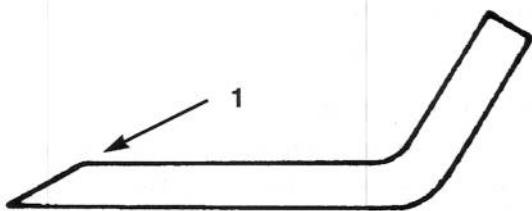

Fig. 37
- Utilizzate una lima per affilare il tagliente da ambo le estremità della lama (Fig. 37). Mantenete l'angolo originale. La lama mantiene il bilanciamento se lo stesso quantitativo di materiale viene asportato da entrambi i taglienti.